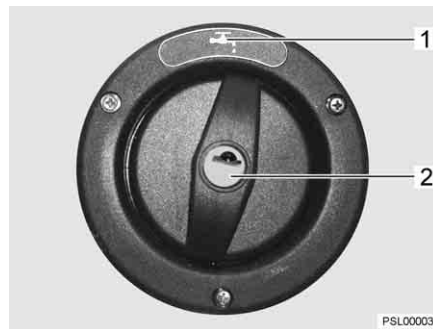
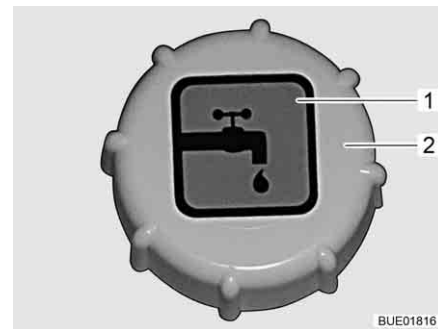

Fig. 71 Tapa de cierre para el tubo de llenado de agua potable (Viseo)
Fig. 72 Tapa de cierre para el tubo de llenado de agua potable (Elegance)
- ▷ El tubo de llenado de agua potable está identificado con el símbolo  (Fig. 71,1 ó Fig. 72,1). La apertura y el cierre de la tapa de cierre (Fig. 71,2 ó bien Fig. 72,2) se describe en el apartado 10.2.